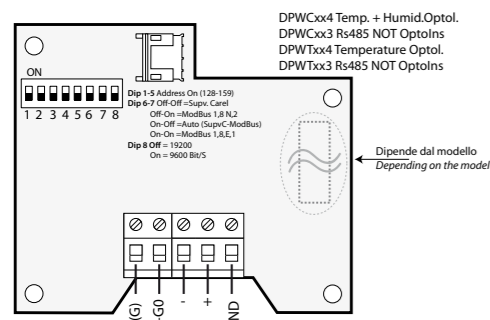
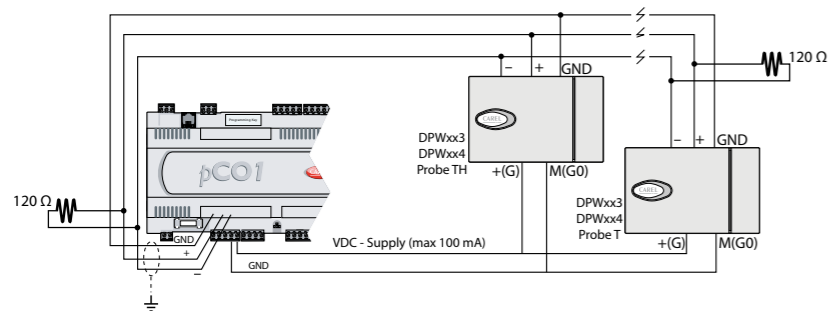
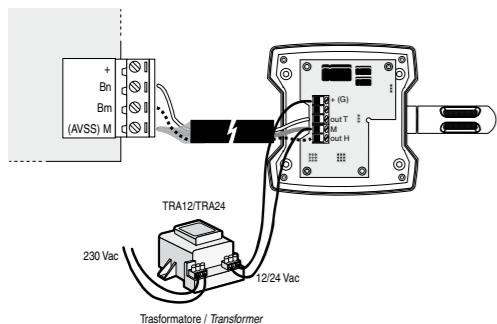

Fig. 3
Fig. 4
Fig. 5
Le sonde seriali CAREL serie DPD* e DPP* sono dispositivi utilizzati per applicazioni nei settori del condizionamento, della refrigerazione, del riscaldamento e del trattamento dell'aria. Esse vengono installate in abbinamento ai controllori che prevedono il collegamento seriale. Oltre alle sonde da condotta e ambiente tecnico sono disponibili anche le versioni per ambiente. Queste sonde utilizzano una connessione seriale RS485. Questo si traduce in un notevole risparmio sui costi di installazione, riduzione delle connessioni e semplificazione dei collegamenti in quanto si possono collegare insieme un elevato numero di sonde sullo stesso canale seriale: massimo 32 unità con eventuali limitazioni definite dal controllore utilizzato. La famiglia si compone di diversi modelli che si differenziano per la combinazione dei sensori temperatura e umidità e per la possibilità di optoisolamento e non della connessione seriale RS485. I modelli combinati (temperatura ed umidità) includono la funzione del calcolo della temperatura di rugiada disponibile come variabile di lettura. La precisione di misura di temperatura ed umidità è migliore delle sonde con uscita in tensione o corrente in quanto si eliminano le conversioni di segnale e la misura analogica sui controllori. La configurazione degli 8 dip-switch (DP1, 8) permette la selezione della modalità di trasmissione seriale del segnale e dell'indirizzo di periferica come indicato in fig. 3:
In fig. 3 sono riportati gli schemi di collegamenti per le connessioni con uscita Seriale diretta oppure optoisolata. In figura 4 è riportato un tipico schema elettrico di collegamento con un controllore della famiglia pCO CAREL.
- è da prevedere un isolamento principale rispetto all'alimentazione di rete per il controllo a cui la sonda è collegata. Per evitare errori dovuti alla corrente di alimentazione si può utilizzare una alimentazione supplementare da un trasformatore esterno (fig. 5 cod. trasformatore TRA12VDE00 o TRA2400001).
- per ridurre i disturbi di alimentazione (con versioni NON optoisolate) si può utilizzare una alimentazione supplementare da trasformatore esterno (vedi es. fig. 5 con codice trasformatore TRA12VDE00 o TRA2400001). Il trasformatore non deve essere collegato a terra e può essere posizionato dentro il quadro del regolatore, eliminando così i disturbi di alimentazione. Nel caso l'applicazione richieda più sonde seriali, deve essere previsto un trasformatore per ogni sonda. Facendo questo, la distanza max di collegamento può essere di 100m (fig. 4) tra sonde e 500m in totale.
The CAREL DPD* and DPP* series serial sensors are devices used for applications in the air-conditioning, refrigeration, heating and air handling sectors. These are installed in combination with the controllers that feature the serial connection. As well as the wall-mounted room sensors, industrial and duct versions are also available. These sensors use a RS485 serial connection. This brings significant savings in installation costs, a reduction in the connections and the simplification of the connections, as a large number of sensors can be connected to the same serial channel: maximum 32 units, within the limits defined by the controller used. The family is made up of various models that differ based on the combination of the temperature and humidity sensor and with or without optical isolation of the RS485 serial connection. The combined models (temperature and humidity) include the function for calculating the dewpoint, available as a read-only variable. The temperature and humidity measurement precision is better than sensors with voltage or current output, as the conversion of the signal and the analogue measurement by the controllers is avoided. The 8 dipswitches (DP1, 8) can be set to select the serial signal transmission mode and the address of the peripheral, as shown in Fig. 3:
Fig. 3 shows the diagrams for the connections with direct or optically-isolated serial output. Figure 4 shows a typical wiring connection diagram with a CAREL pCO family controller.
- basic insulation is required from the mains power supply for the controller that the sensor is connected to. To avoid errors due to the power supply current, an additional power supply from external transformer can be used (Fig. 5 code: transformer TRA12VDE00 or TRA2400001).
- to reduce the disturbance of the power supply (with versions that are NOT optically-isolated), an additional power supply from external transformer can be used (see e.g. Fig. 5 with transformer code TRA12VDE00 or TRA2400001). The transformer must not be earthed and may be positioned inside the controller panel, this eliminating disturbance from the power supply. If the application requires multiple serial sensors, a transformer must be used for each sensor. Doing this, the max connection distance is 100 m (Fig. 4) between the sensors and 500 m in total.
- il faut prévoir une isolation principale par rapport à l'alimentation de réseau pour le contrôleur auquel la sonde est reliée. Pour éviter les erreurs dues au courant d'alimentation, vous pouvez utiliser une alimentation supplémentaire fournie par un transformateur externe (fig. 5 code transformateur TRA12VDE00 ou TRA2400001).
- pour réduire les interférences d'alimentation (avec versions NON optoisolées), vous pouvez utiliser une alimentation supplémentaire par transformateur externe (voir ex. fig. 5 avec code transformateur TRA12VDE00 ou TRA2400001). Le transformateur ne doit pas être connecté à la terre et peut être installé à l'intérieur du tableau du régulateur, en éliminant ainsi les interférences d'alimentation. Dans le cas où l'application requiert plusieurs sondes série, il faut prévoir un transformateur pour chaque sonde. de cette façon, la distance max. de branchement peut être de 100m (fig. 4) entre sondes et de 500m au total.